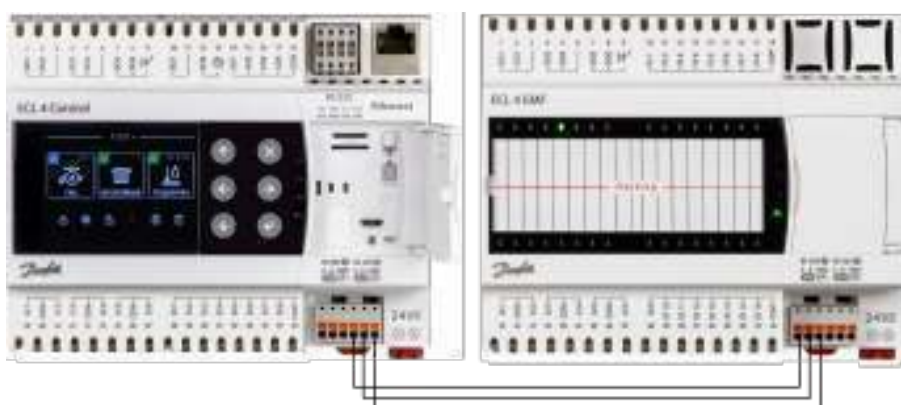

Рис.17. Контроллер ECL4 Control 361 Plus Ethernet с подключенным модулем ECL4 EMF.
В комплект поставки ECL4 Control 361 Plus входит контроллер ECL4 Control и модуль расширения ECL4 EMF. Коммуникационной шиной для этих устройств служит линия RS-485 между портами RS-485 ② ECL4 Control и RS-485 ① на ECL4 EMF (Рис.17). Данное соединение является фиксированным и не требует дополнительной настройки в программном обеспечении. Благодаря наличию нескольких коммуникационных портов, ECL4 Control 361 Plus обладает расширенными возможностями по сбору данных на уровне объекта и передаче данных в систему верхнего уровня (Табл.8).